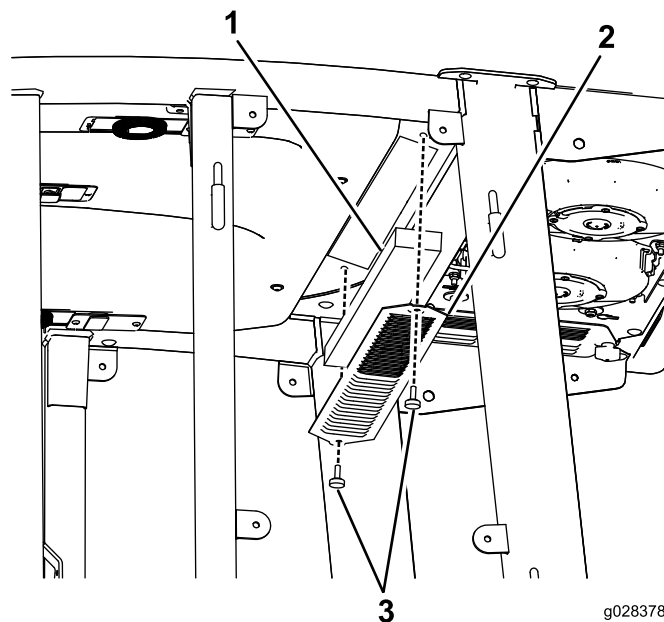

Рисунок 105
3. Снимите крышу кабины, отвернув 22 болта крепления крыши (Рисунок 105).
4. Снимите воздушные фильтры (Рисунок 105).
5. Снимите и очистите змеевик кондиционера воздуха (Рисунок 105).